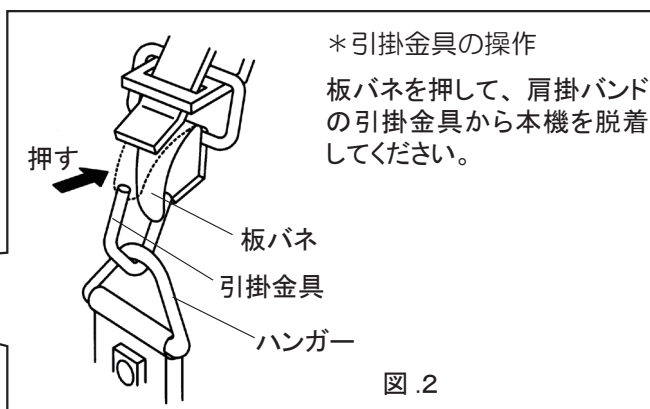

図.2
- ② 図.2のように、肩掛バンドの引掛金具を本機のハンガーに引っ掛けてください。
- ③ 刈払機を身体の右側に吊り下げ、刈刃が地面と平行になるようにバンドの長さを調整してください。